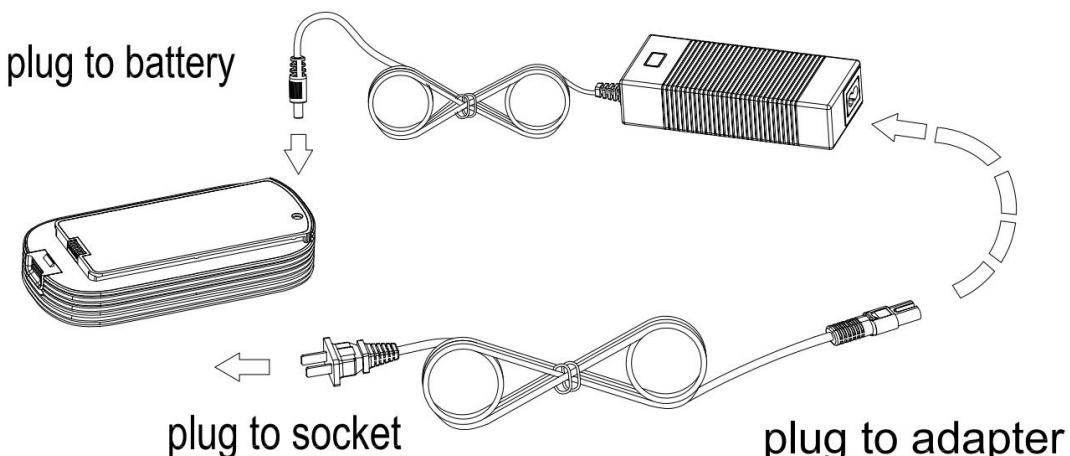

Figura 7 - Caricare la batteria separatamente
- ①Come mostrato nella Figura 7, collegare l'adattatore CA per caricare la batteria;
- ②Rimuovere la batteria secondo il metodo mostrato nella Figura 3, quindi collegarla a un adattatore CA secondo la Figura 7 per caricarla;